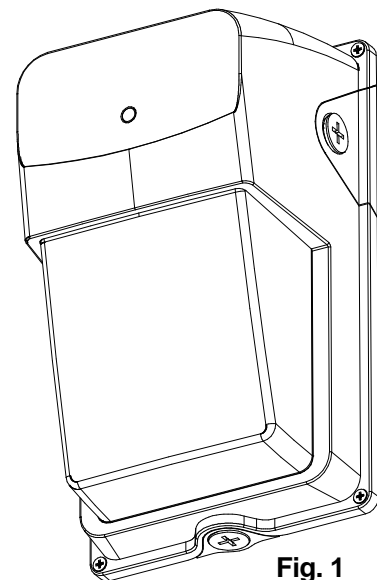

Fig. 1
**Installation murale uniquement, orientée comme indiqué ci-dessus sur la Fig.1.**